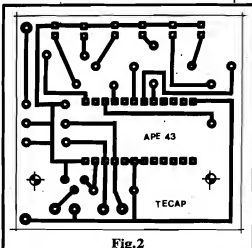

Fig.2
- FIG. 2 - LAY OUT DO CIRCUITO IMPRESSO ESPECÍFICO - Com aquele "baita Integrado", não tem jeito: a montagem tem que ser implementada sobre um Circuito Impresso de lay out específico (não dá, na prática, para levar a montagem sobre uma mera "ponte" de terminais, e também fica meio difícil - mesmo sobre placa padronizada ...). Mas não tem "galho": o lay out é simples, conforme o Leitor vê da fig. 2 (que está em tamanho natural, escala 1:1). Basta efetuar a traçagem com tinta ácido-resistente, ou com os práticos e apropriados decalques (que dão um acabamento profissional ao Impresso...), em seguida fazer a corrosão na solução de perclorato de ferro, seguida da inevitável limpeza e furação... Uma boa "conferida" ao final, é sempre aconselhável, já que pequenas falhas ou "curtos", detetados antes de se iniciar as soldagens, são de fácil correção... Quem preferir "fugir" dessa parte "chata" da montagem, pode recorrer ao prático sistema de KITS, que são ofertados pela Concessionária Exclusiva, EMARK ELETRÔNICA, e vendidos pelo Correio através do Cupom que para tanto o Leitor encontra em outra página da presente Revista... (Os KITS de APE incluem a placa prontíssima, com o chapado demarcado em silk screen, o que facilita ainda mais a "vida" dos "folgados" e dos principiantes...).